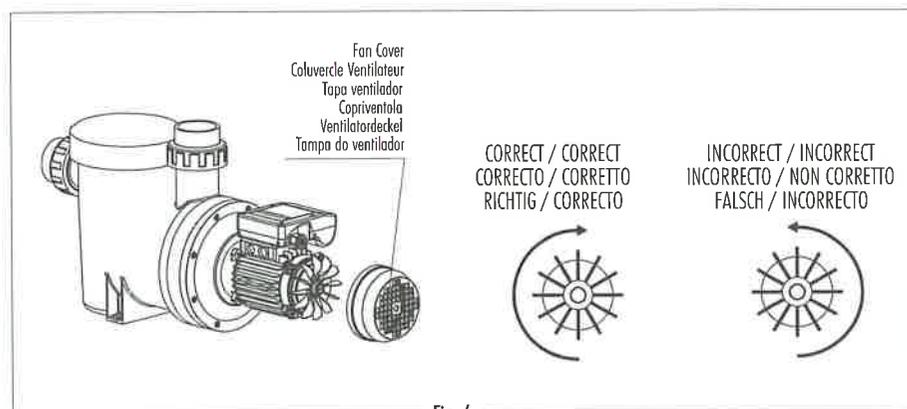

Fig. 6
- Comprovar que o sentido de rotação do motor é o correcto, utilizando o ventilador situado na parte traseira do motor, que pode ser observado através do óculo na tampa do ventilador (Fig. 6).